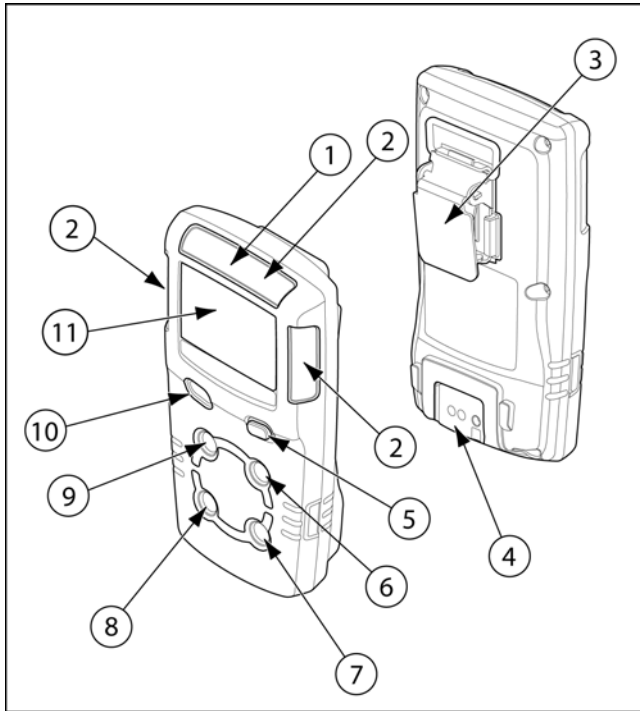

Figura 1. Las partes de la GasAlertMicroClip
- Figura 1, y Tabla 3, describe los componentes del detector.